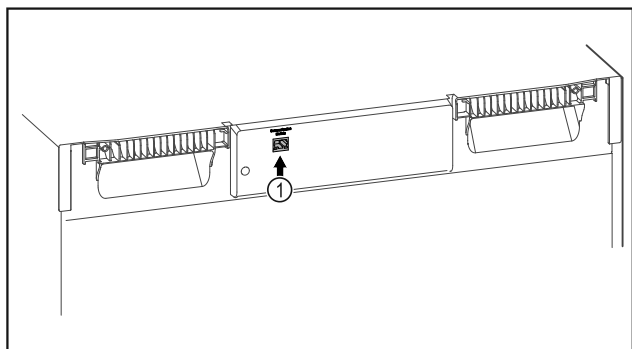

Fig. 98
- SmartModule Fig. 98 (1) inserito.